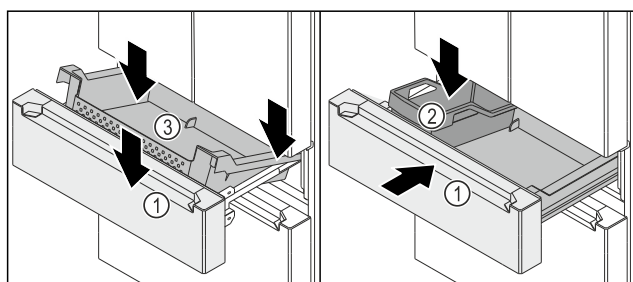

Fig. 151
- ☐ Il carrello di estrazione Fig. 151 (1) è estratto.
- ▶ Posizionare il contenitore Fig. 151 (3) nella parte posteriore, sulle guide a destra e a sinistra.
- ▶ Abbassare il contenitore Fig. 151 (3) in avanti, in modo che il lo stesso Fig. 151 (3) circonda le guide a destra e a sinistra.
- ▶ Inserire il FlexBox Fig. 151 (2).
- ▶ Inserire il carrello di estrazione Fig. 151 (1).